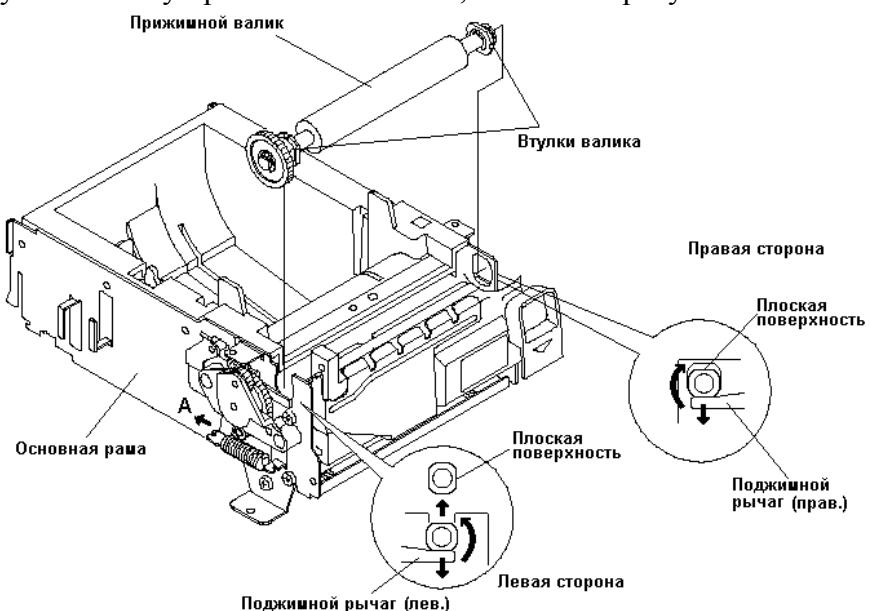

Рисунок 10 Отсоединение прижимного валика
Прижимной валик отсоединяется так (см. Рис. 10):
2. Опустив левый поджимной рычаг вниз (см. Рис. 10), поверните левую втулку валика на 90° , так чтобы она могла выйти из прорези в основной раме, и выньте левую половину прижимного валика, а затем и правую.
6. Отверстие (справа) и прорезь (слева) в основной раме, где помещаются втулки прижимного валика (см. Рис. 10 и 20, позиция Д).
3. Слегка отогните язычок регулировки весового датчика в направлении, указанном на Рис. 10 Стрелкой 1, и переместите на нужную позицию. Нумерация позиций регулировки указана на корпусе ККМ, а также на Рис. 10, где язычок датчика показан со стороны контейнера рулонной бумаги.